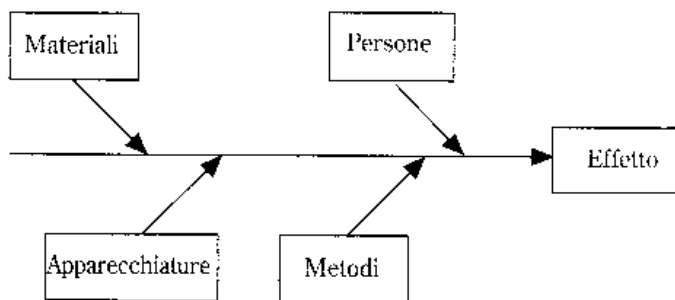

Figura 8.6 Schema di diagramma di causa ed effetto
- (a) Il gruppo definisce il problema (o l'effetto) oggetto dell'indagine. Questo viene scritto nel riquadro sulla destra della pagina. La figura 8.6 illustra uno schema di diagramma di causa ed effetto.